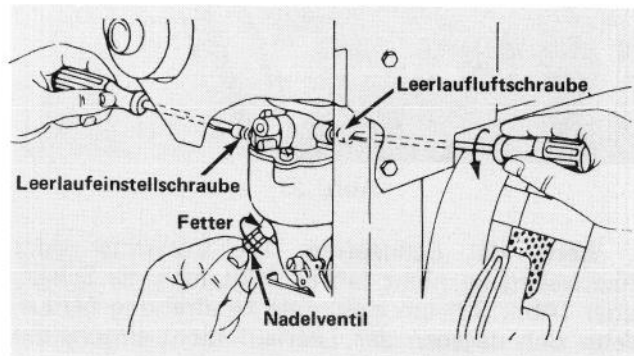

Abb. 38
1. Nadelventil (Abb. 38) — Das Nadelventil vorsichtig nach rechts drehen und fingerfest schliessen.
2. Das Nadelventil (Abb. 38) 1-1/2 Umdrehungen nach links öffnen.
3. Leerlauf Luftschraube (Abb. 38) — Die Leer-
4. Die Leerlauf Luftschraube (Abb. 38) 1/4 - 3/4
6. Das Nadelventil (Abb. 38) nach rechts hindrehen, bis der Motor infolge magerer Gemischeinstellung zu stottern beginnt. Dann das Nadelventil nach links herausdrehen, bis der Motor infolge fetter Gemischeinstellung ungleichmässig läuft. Nun das Nadelventil wieder bis zum mittleren Punkt zwischen fetter und magerer Einstellung nach rechts drehen.
7. Den Gashebel wieder auf LANGSAM stellen und die Leerlaufeinstellschraube (Abb. 38) so einstellen, dass der Motor schnellen Leerlauf hat (1750 U/min).
8. Die Leerlauluftschraube (Abb. 38) nach rechts hineindrehen, bis der Motor infolge magerer Gemischeinstellung zu stottern beginnt. Dann die Leerlauluftschraube nach links herausdrehen, bis der Motor infolge fetter Gemischeinstellung ungleichmässig läuft. Nun die Leerlauluftschraube wieder bis zum mittleren Punkt zwischen fetter und magerer Einstellung nach rechts drehen.
9. Die Leerlaufeinstellschraube nochmals nachregulieren (Abb. 38), bis der Motor mit 1750 U/min im Leerlauf läuft.